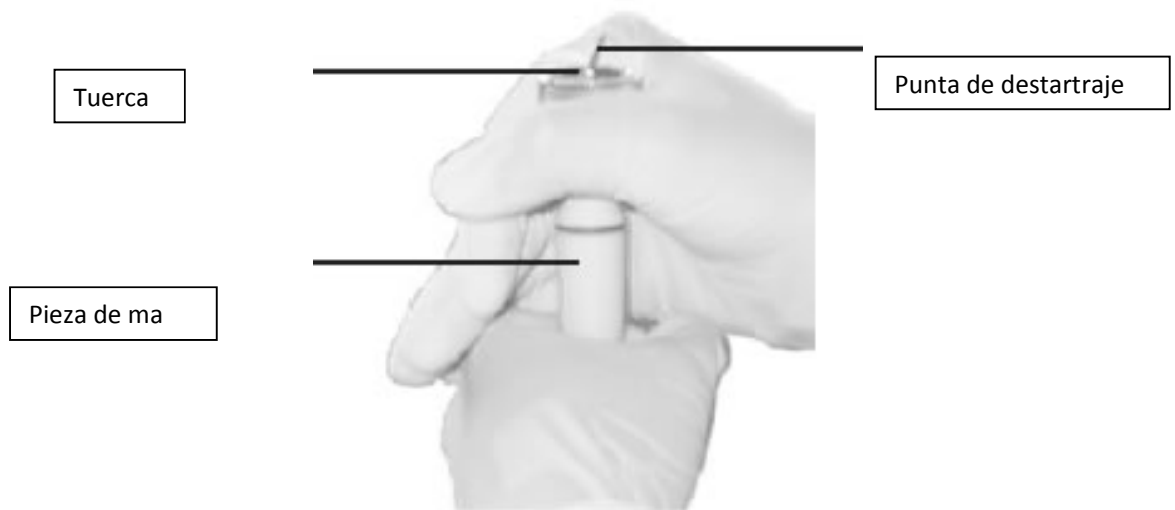

Figura 3
- 2.1.5 Escoger la punta de destartraje de acuerdo al requerimiento, y fijar la punta en la pieza de mano con la llave de ajuste (ver Figura 3).